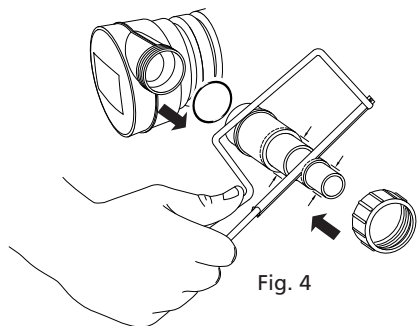

Fig. 4
- 3.4 Przyciąć dwie uniwersalne końcówki do węża (w załączeniu) tak, aby pasowały do węża. Zamocować końcówki na gwintowanych łącznikach na wlocie i na wylocie, przy pomocy załączonych pierścieni samouszczelniających ("O") oraz gwintowanych nakrętek (patrz rys. 4). Do modeli Vorton 4500: stosować wąż o śred. 25mm Do modeli Vorton 14000 i 27000: stosować wąż o śred. 40mm Wcisnąć wąż wlotowy i wąż wylotowy na końcówki i zamocować odpowiednią opaską zaciskową. Zaleca się stosowanie węży i opasek zaciskowych produkcji Hozelock Cyprio (dostępne osobno na zamówienie). Unikać załamania i ostrych zakrętów. Długość węża powinna być jak najkrótsza, aby zmniejszyć stratę natężenia przepływu.